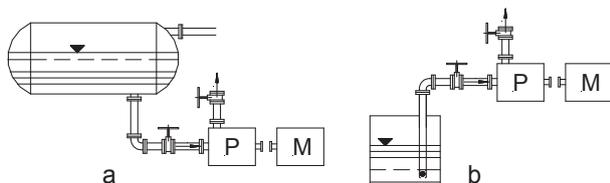

Рис. 3: Монтаж на трубопроводе.
- В режиме всасывания следует использовать клапан на заборном конце (Рис. 3).